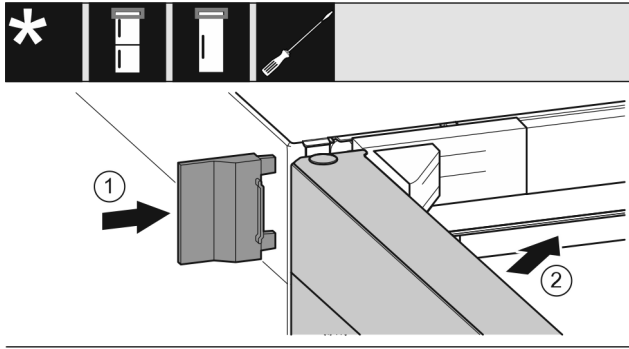

Fig. 21
- ▶ Насуньте зовнішню кришку. Fig. 21 (1)
- ▶ Закрийте верхні дверцята. Fig. 21 (2)
- ▶ Встановіть штекер пристрою (G) на задній стороні пристрою. Слідкуйте за правильною фіксацією.